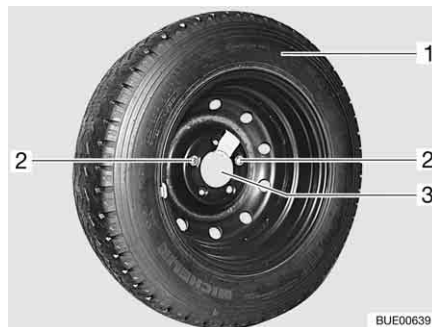

Bild 276 Ersatzrad-Halterung in der Heckgarage
- Die beiden Befestigungsschrauben (Bild 276,2) mit dem Bordwerkzeug herausdrehen und abnehmen.
- Das Ersatzrad (Bild 276,1) von der Halterung (Bild 276,3) abnehmen.